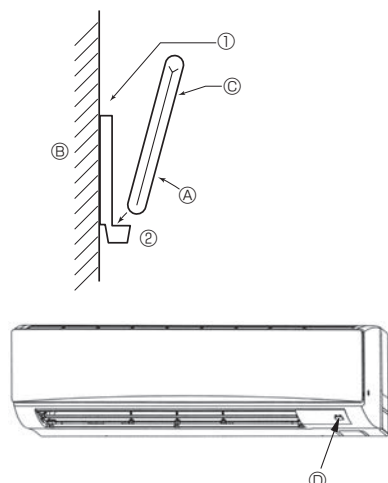
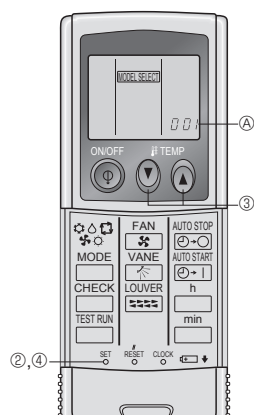

Fig. 6-2
Fig. 6-3
2) Fremgangsmåde til installation (Fig. 6-2)
① Fastgør fjernbetjeningsholderen på det ønskede sted ved brug af to selvskærende skruer.
② Placer den nedre ende af fjernbetjening i holderen.
3) Indstilling (Fig. 6-3)
① Indsæt batterier.
② Tryk på SET-knappen med en spids genstand.